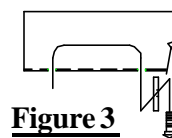

Figure 3
5. À l'aide d'un fil de tirage, acheminer un espaceur et un boulon de carrosserie 7/16 po dans le trou modifié à l'étape 4, puis vers le bas à travers le trou central de chaque longeron (voir la figure 3). Insérer les blocs et les boulons de carrosserie 1/2 po restants dans les orifices d'accès puis vers le bas dans les trous, en s'assurant que les blocs recouvrent les deux côtés du trou (voir la figure 4).